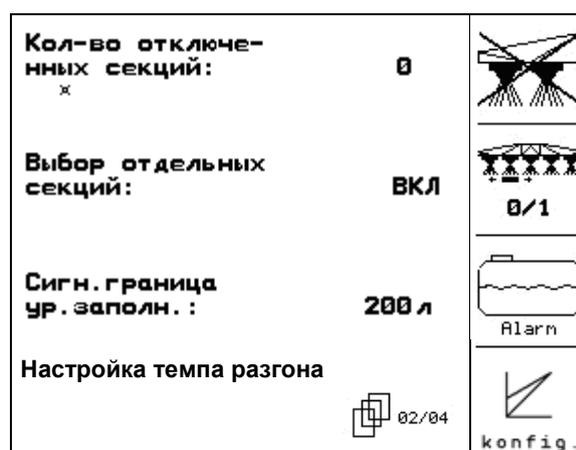

Рис. 22
Страница 2 (Рис. 22)
-  Постоянное выключение секций. Показываемая цифра (Рис. 22) информирует о количестве постоянно выключённых секций (цифра 0 = выключённые секции отсутствуют) (см. с. 38).